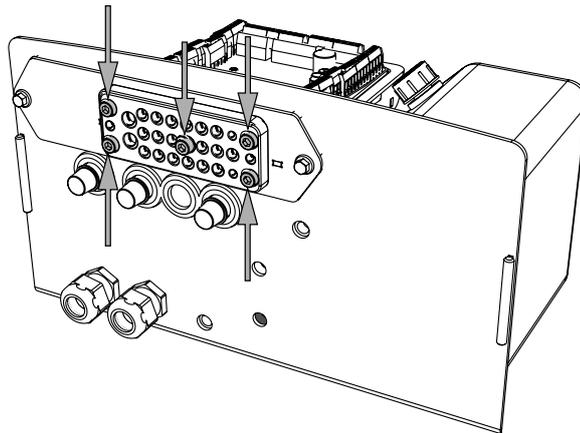

Abbildung 15. Die fünf Schrauben der Kabeldurchführung
1. Die fünf Schrauben der Kabeldurchführung lösen, siehe Abbildung 15. Danach können die Kabel in der Kabeldurchführung angebracht bzw. aus ihr herausgenommen oder justiert werden. Kabel sind zusammen mit der vorhandenen Verkabelung mit Kabelbindern zu montieren.